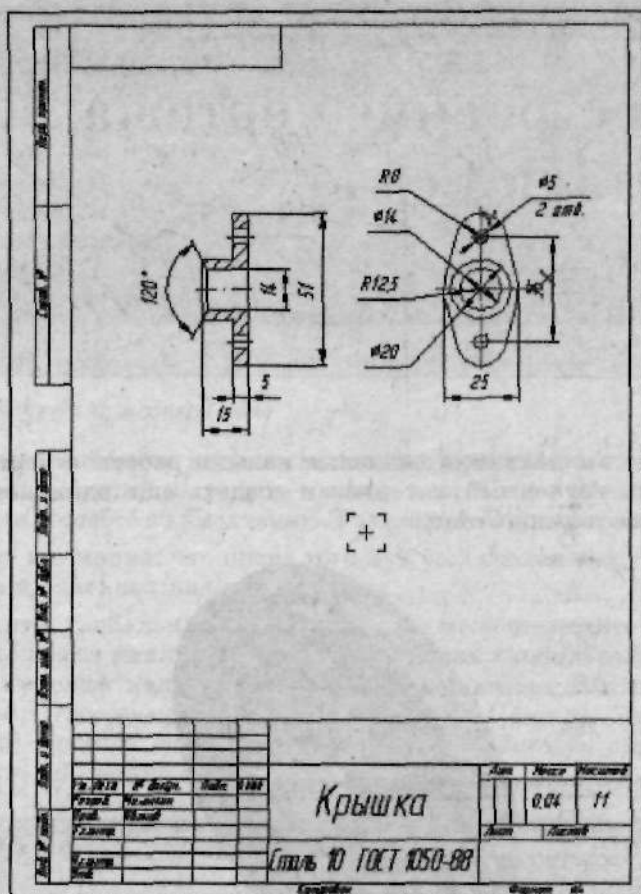

Рис. 4.25. Чертеж готов
19. При необходимости измените содержимое основной надписи чертежа, для чего просто щелкните в одном из его полей. Отредактируйте информацию, введенную в штампе, введите имя разработчика, проверяющего и прочее. Чтобы закончить редактирование основной надписи, щелкните по кнопке  (Создать объект), расположенной на **Панели свойств**. В результате чертеж должен выглядеть, например, как на рис. 4.25.